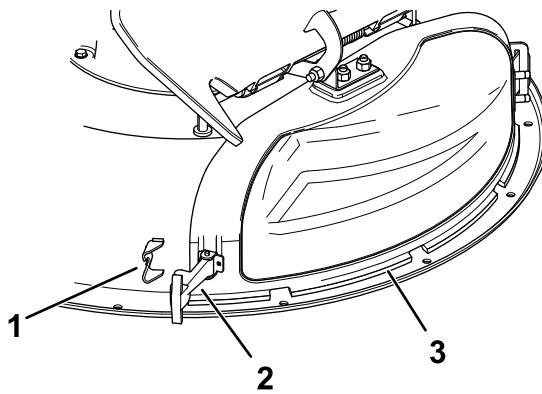

Figura 11
3. Liberate il dispositivo di chiusura flessibile dal relativo fermo sul coperchio dello scarico e aprirete il coperchio dello scarico verso destra (Figura 11).
6. Fissate il coperchio dello scarico al piatto di taglio agganciando il dispositivo di chiusura flessibile, presente sul coperchio dello scarico, all'apposito fermo sul piatto (Figura 11).